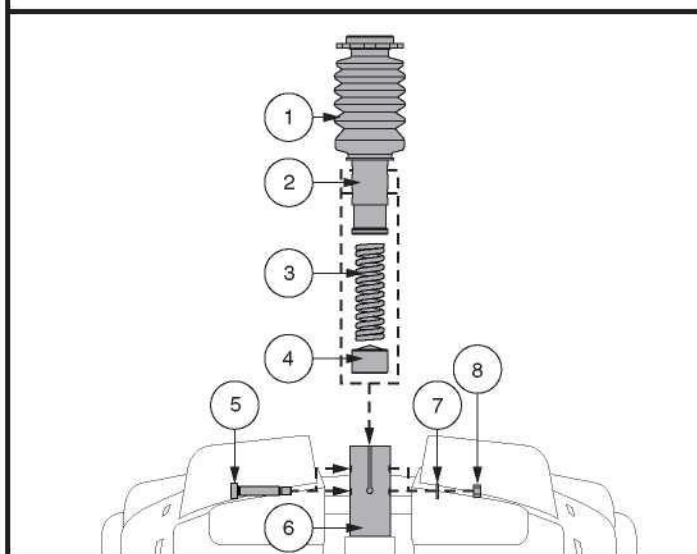

Figure 22. Réglage hauteur du siège - Montant du siège confort
4. Poussez vers le bas le montant du siège tout en desserrant et en enlevant le boulon à épaulement, la rondelle et l'écrou. **Voir la figure 22.**